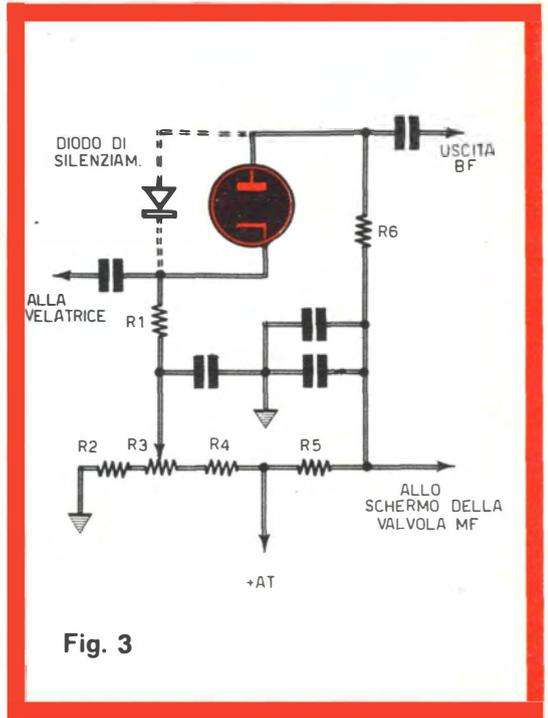

Fig. 3
Fig. 3 - Circuito teorico del vibrato. L'uscita del circuito deve essere collegata con l'entrata MICRO dell'amplificatore di bassa frequenza. L'entrata, invece, deve essere collegata con il microfono di tipo a contatto della chitarra elettrica.
**Fig. 3 -** Quando il circuito della sonda è aperto, attraverso il condensatore a carta C1 fluisce la corrente alternata, che mette in azione la suoneria elettrica.